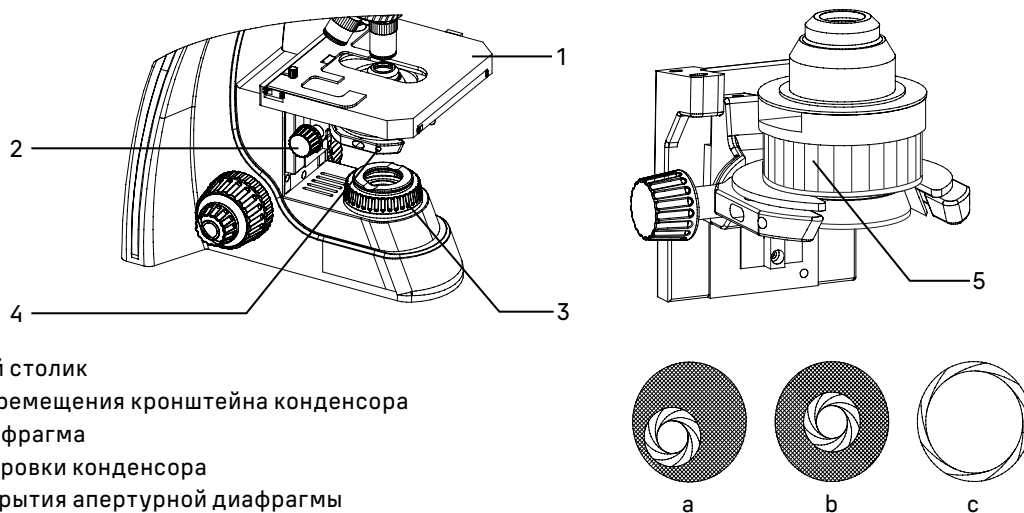

Рис. 9. Центрировка конденсора
- Наблюдая в окуляры, прикройте полевую и апертурную диафрагму так, чтобы была освещена только центральная часть поля зрения – рис. 9а.
- Приведите изображение в центр поля зрения окуляра с помощью центрировочных винтов конденсора **4** – рис. 9б.
- Раскройте полевую диафрагму немного больше, чем размер поля зрения – рис. 9с. Может потребоваться дополнительная центрировка.